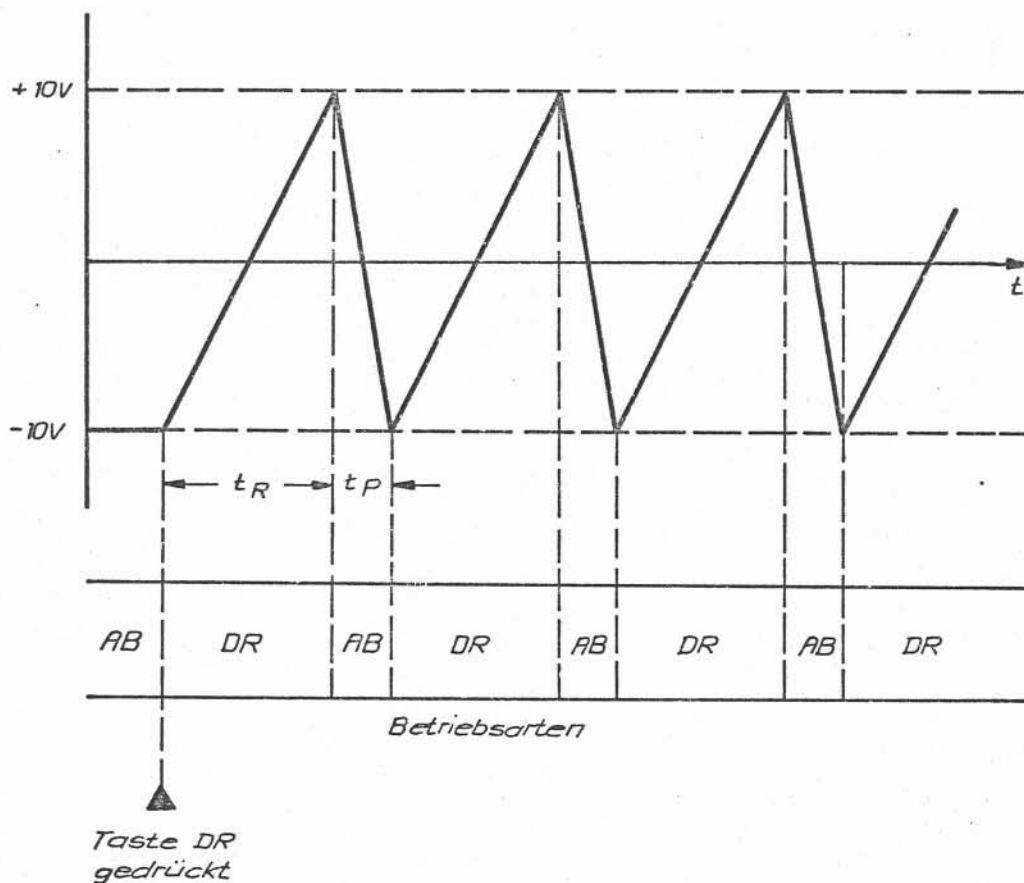

Bild 4.4: Ausgangsspannung des Zeitgebers bei RR
Bei gedrückter Taste 19 (RR) löst ein Druck auf die Taste DR einen repetierenden Rechenvorgang gemäß Bild 4.4 aus.